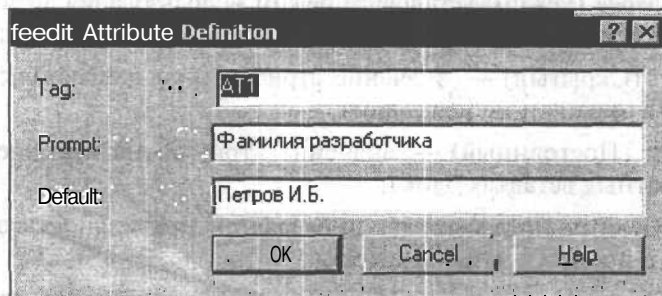

Рис. 17.8. Диалоговое окно редактирования атрибута до объединения его с блоком
2. Выберите редактируемый атрибут. Появится диалоговое окно **Edit Attribute Definition** (Редактирование описания атрибута) (рис. 17.8).